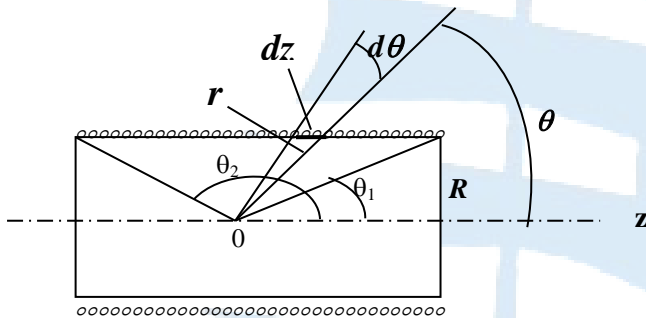

Рис. 2
Используем формулу (9) для вычисления поля соленоида конечной длины (рис. 2). Это поле направлено по оси  $Z$ . Изобразим участок
Из рис. 2 и 3 следует: